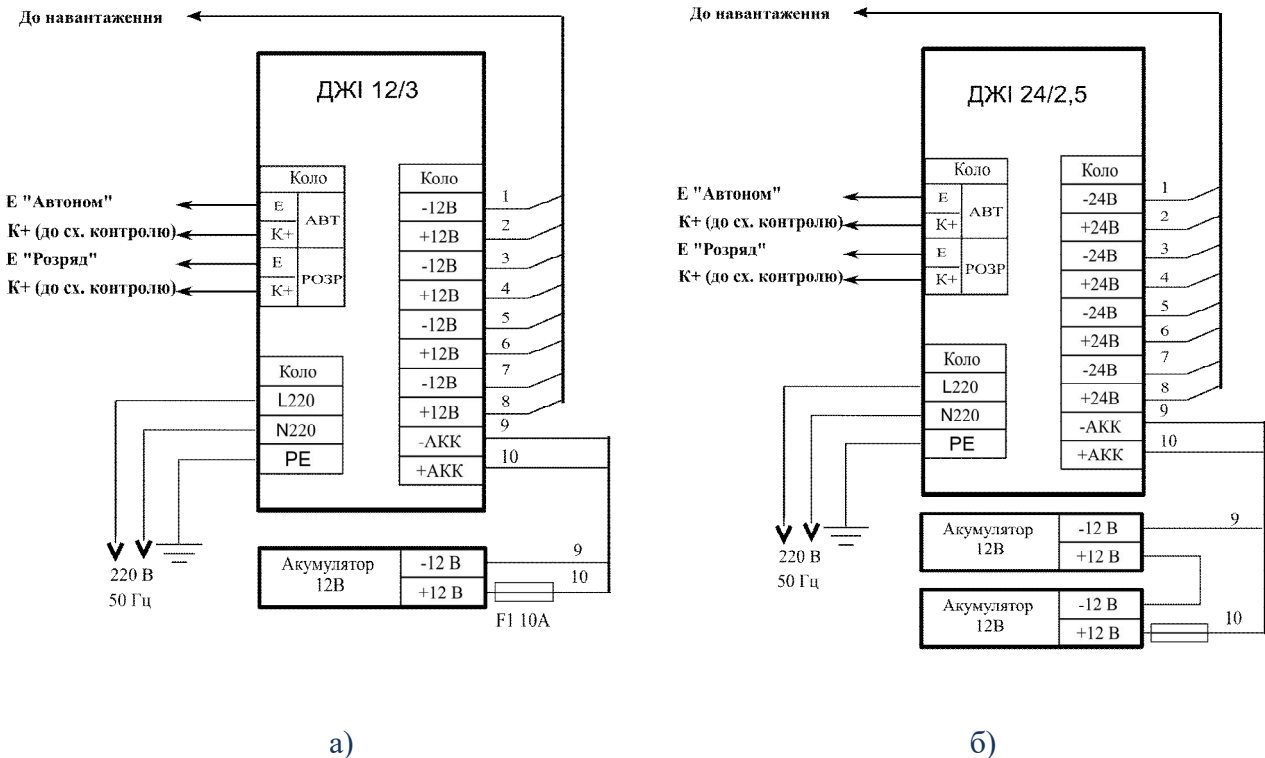

Рис. 4.1. Зовнішні підключення до ДЖІ 12/3 (а) і ДЖІ 24/2,5 (б).
4.1. Схема зовнішніх підключень ДЖІ наведена на Рис. 4.1. Для забезпечення струму навантаження більше 3А допускається паралельне підключення двох однотипних ДЖІ 12/3 відповідно до схеми на Рис. 4.2 та для двох однотипних ДЖІ 24/2,5 відповідно до схеми на Рис.4.3.